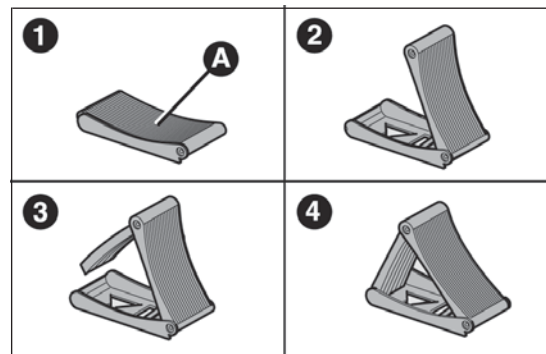

fig. 157
- prelevare il cuneo di bloccaggio A dalla borsa attrezzi ed aprirlo a libro secondo lo schema illustrato in fig. 157;